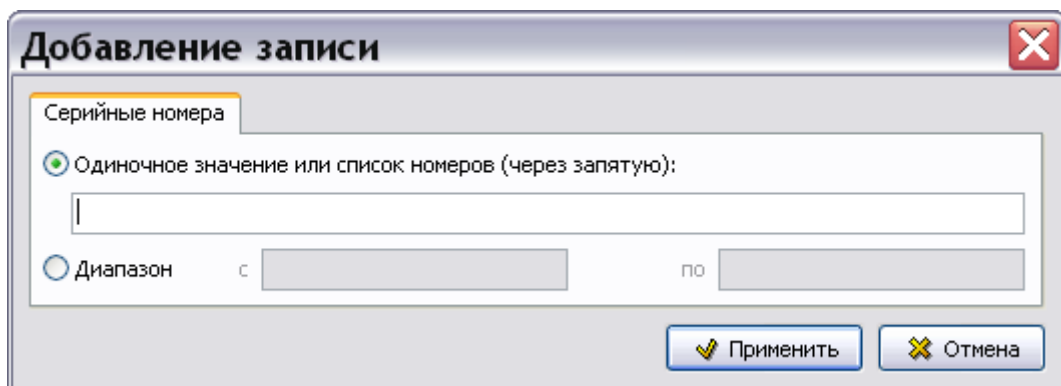

Рис. 7.28
5. Для ввода серийных номеров нажмите на кнопку **Добавить**  в правой части окна. После этого откроется диалоговое окно **Добавление записи** с вкладкой **Серийные номера** (Рис. 7.28).